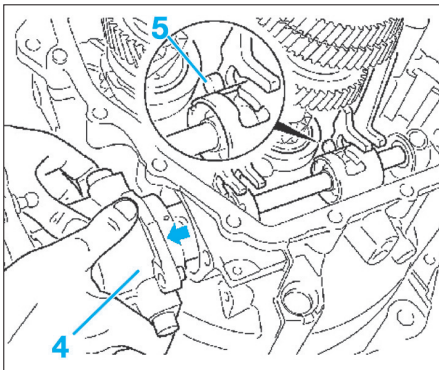

Fig. 12
- Sortir le boîtier de commande des vitesses (4) hors de la boîte de vitesses, en le tirant dans le sens de la flèche, jusqu'en butée dans le carter de boîte de vitesses (5) (Fig.12).